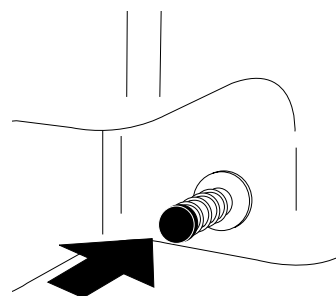

Fig. 2A
2. Introduza o tubo de descarga no bico (Fig. 2A).